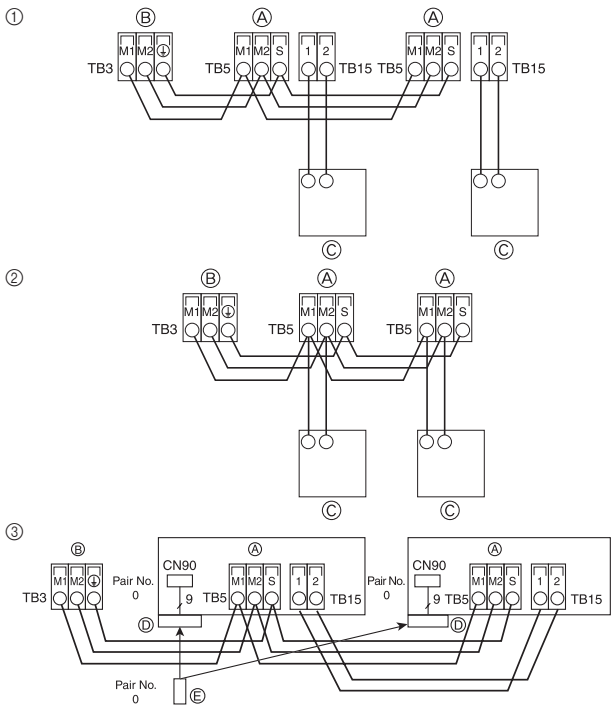
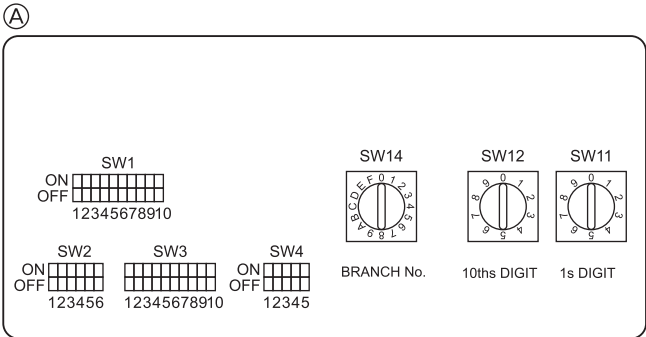

Fig. 5-3
Fig. 5-4
5.4. Raccordement des câbles de la commande à distance et des câbles de transmission intérieurs et extérieurs (Fig. 5-3)
- ① Commande à distance MA
- ② Commande à distance M-NET
- ③ Télécommande sans fil (lors de l'installation d'un récepteur de signaux sans fil)
- ④ Bloc de sortie du câble de transmission intérieur
- ⑤ Bloc de sortie du câble de transmission extérieur (M1(A), M2(B), ④(S))
- ⑥ Télécommande
- ⑦ Récepteur de signaux sans fil
- ⑧ Télécommande sans fil
5.5. Configuration des adresses (Fig. 5-4)
- ① Réglage des adresses
- ② Réglage des numéros de branche SW14 (série R2 uniquement)
- ③ Panneau d'adresse
5.6. Détection de la température ambiante à l'aide du capteur intégré à la télécommande (Fig. 5-4)